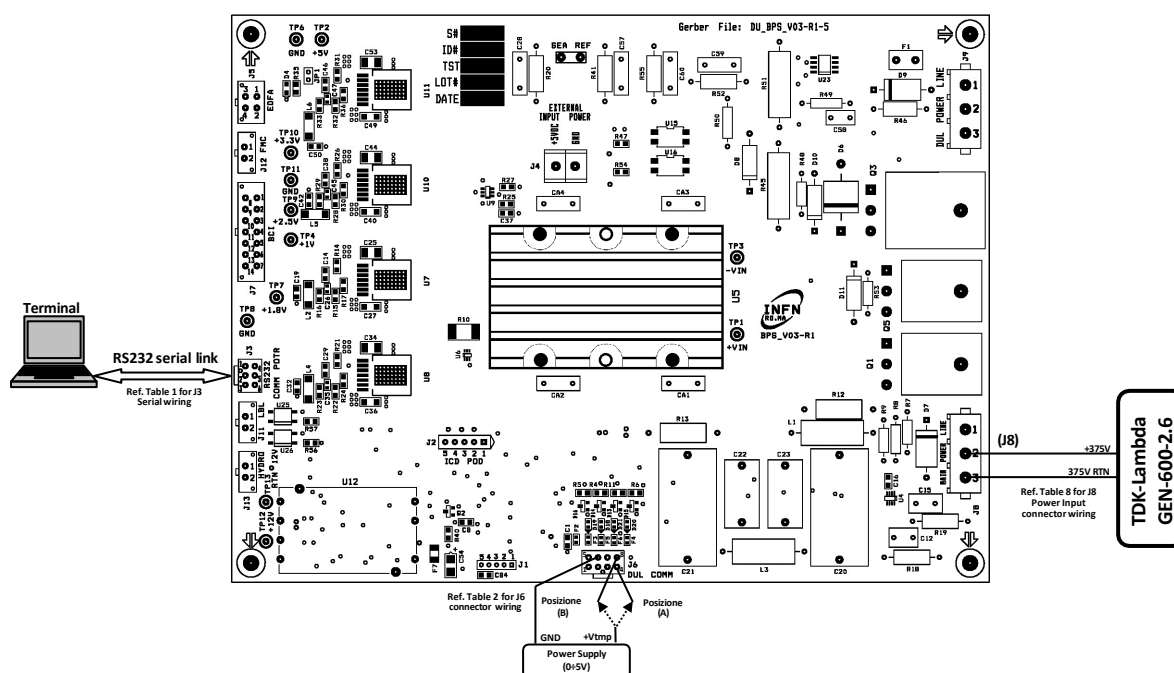

Fig. 12 : Configuration pour la vérification de l'acquisition du signal du capteur de température
L'essai doit être effectué selon le montage illustré à la figure 12. Les signaux des deux capteurs de température sont reproduits par l'alimentation en courant continu réglée pour fournir une tension de 0,7 V pour le capteur "TBOARD" et de 2,9 V pour le capteur "THEATSNK".
- 5) Appliquer une tension de +0,7V entre le contact 6 (GND) et 4 du connecteur J6 (voir Fig. 12 Position A).
- 8) Appliquer une tension de +2,9V entre le contact 6 (GND) et 8 du connecteur J6 (voir Fig. 12 Position B).